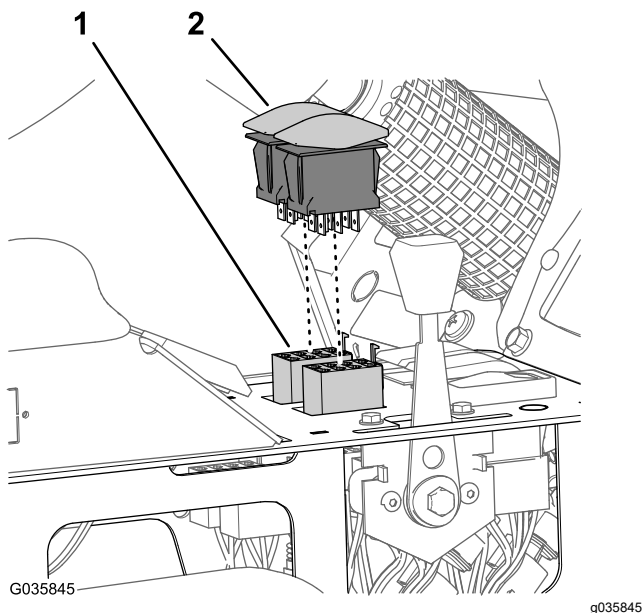

Figure 40
3. Débranchez les connecteurs à 8 broches du faisceau de la machine des interrupteurs de levage de rampe des circuits de commande de levage des rampes gauche et droite (Figure 40).
4. Branchez les interrupteurs à bascule sur les connecteurs à 8 douilles du faisceau du kit de finition pour rampes soniques (Figure 40).
5. Insérez les interrupteurs de levage de rampe dans les ouvertures du panneau de la console centrale jusqu'à ce qu'ils s'enclenchent solidement en place (Figure 40).